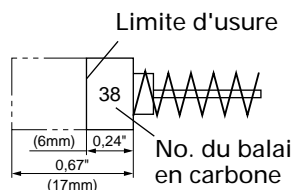

Fig. 20
## 3. Inspection des balais en carbone (Fig. 20)
**REMARQUE:** Utiliser le balai en carbone HITACHI No. 38 indiqué sur la Fig. 20.